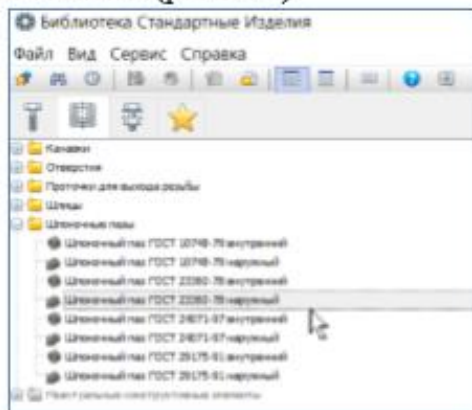

Рис. 111
11) Для создания шпоночного паза 9 под призматическую шпонку (ГОСТ 23360-78) на цилиндрическом участке вала $\varnothing 24$ откройте Библиотеку стандартных изделий – Шпоночные пазы (рис. 111).
Двойным щелчком мыши активизируйте элемент **Шпоночный паз ГОСТ 23360-78 наружный** (рис. 111).